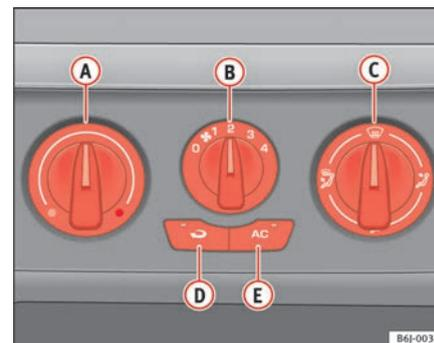

Fig. 88 Sulla plancia portastrumenti: i comandi dell'aria condizionata
- I comandi \Rightarrow fig. 88 A e C e la manopola B servono a regolare la temperatura, a selezionare il livello di potenza del ventilatore e ad indirizzare il flusso d'aria.
- Chiudere le bocchette ③.
- Aprire e orientare le bocchette ④ verso i finestrini laterali.